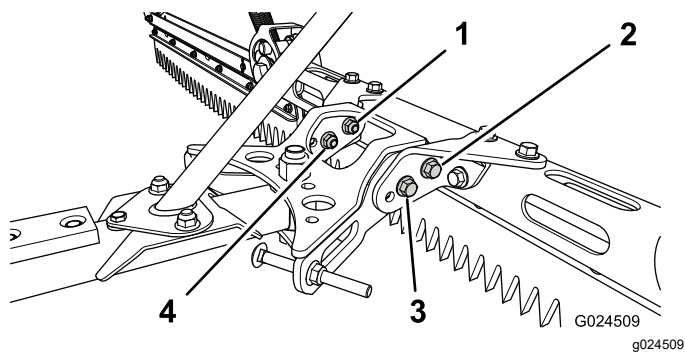

Рисунок 24
1. Отверните **передние** гайки и болты, которые крепят грабли в сборе к кронштейну (Рисунок 24).